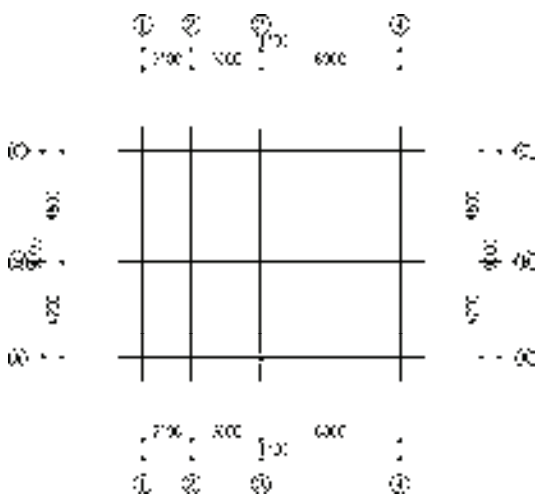

图 2-11 打开素材
1) 按〈Ctrl+O〉组合键，打开配套光盘提供的“第 2 章/2.2.1 添加轴线.dwg”素材文件，结果如图 2-11 所示。